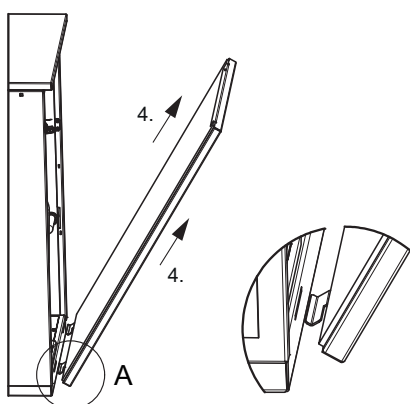

Fig. 7.4: Ouverture des panneaux d'habillage latéraux, étape 4
- Tirer l'élément de tôle dans cette position inclinée vers le haut, hors du socle (4) (voir Fig. 7.4).